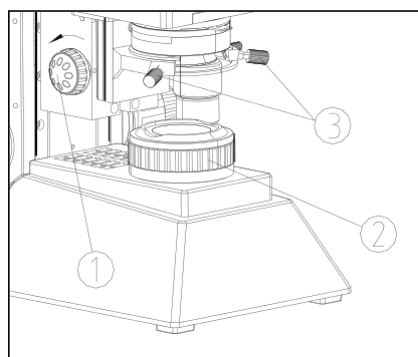
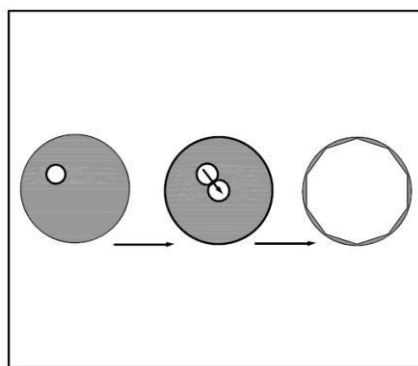

图 26
图 27
### 聚光镜对中(透射照明)(图 26、27)
- (1) 按图示方向转动聚光镜升降手轮①，将聚光镜上升到最高位置。(如图 26)
- (2) 将 10X 物镜转入光路，并对标本进行对焦。
- (3) 旋转视场光阑调节环②，将视场光阑开到最小位置。此时，在目镜中能看到视场光阑的成像。
- (4) 转动聚光镜升降手轮①，将视场光阑的图像调至最清晰。
- (5) 调节聚光镜中心调节螺钉③，将视场光阑的图像调整到视场中心。(如图 27)
- (6) 逐步打开视场光阑，如果视场光阑的图像一直在视场中心并和视场内切，则表明聚光镜已正确对中。
- (7) 实际使用时，稍加大视场光阑，使它的图像刚好与视场外切。